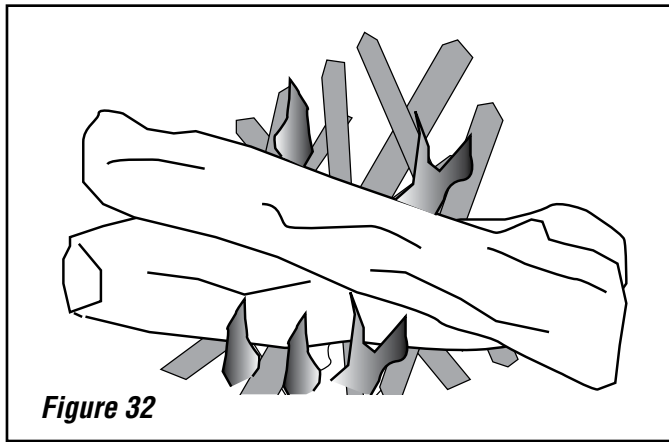

Figure 32
- Pour obtenir les meilleurs résultats, utiliser de petits morceaux de bois afin de faire monter la température du poêle, puis charger de plus gros morceaux pour maintenir la flambée. Si nécessaire, entrouvrir la porte pour permettre l'allumage de la charge de combustible. Ne pas laisser l'unité sans surveillance quand la porte avant est légèrement ouverte. Après quelques minutes de forte flambée, ajouter des morceaux de bois plus gros puis régler le registre de gauche en fonction de la production de chaleur voulue. Vérifier l'évacuation toutes les 15 à 20 minutes (voir figure 32). Une fumée importante indique que le réglage est incorrect (trop élevé ou trop faible). Ajuster le réglage puis revérifier 5 à 10 minutes plus tard.